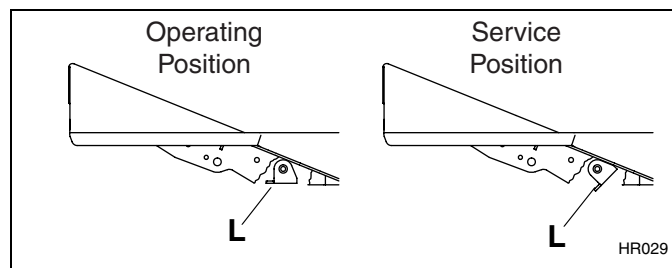

Figura 3E
1. Ruotare il meccanismo anti-oscillazione (**L**), situato sotto il pannello sinistro sul pianale, in posizione Service (manutenzione) come in Figura 3E.
4. Ruotare il meccanismo anti-oscillazione (**L**) in posizione di funzionamento come in Figura 3E.